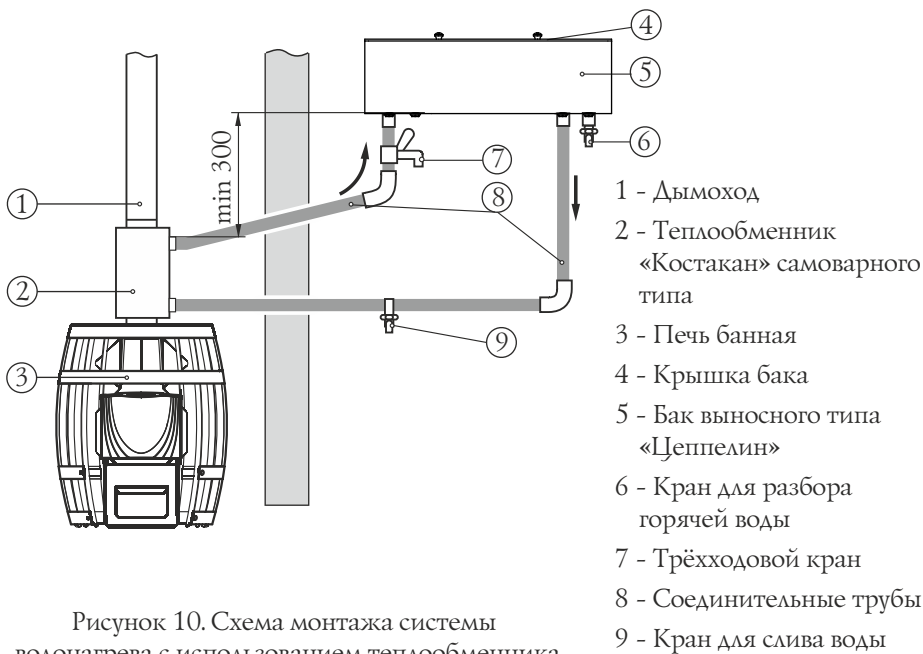

Рисунок 10. Схема монтажа системы водонагрева с использованием теплообменника «самоварного» типа
При необходимости получения горячей воды за более короткий срок, допускается производить разбор воды до ее попадания в бак. Для этого необходимо присоединить трехходовой кран типа «Т» (7) к трубе горячей линии, между верхним штуцером теплообменника и выносным баком в удобном для вас месте (рисунок 10).